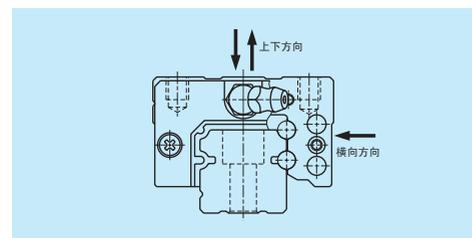

图 3.4 径向刚度
- 径向刚度：上下、左右 2 个垂直方向的刚度（图 3.4）